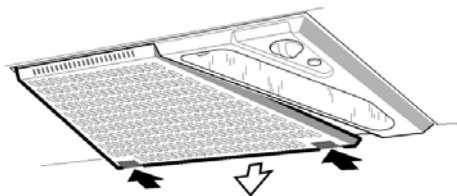
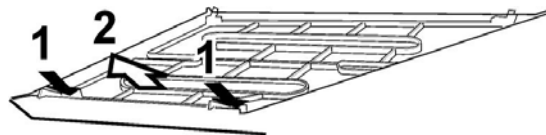

Fig. 10
Fig. 11
* Fjern filteret for å komme til tilkoblingsstussen (jf. fig. 10).
* Remove the filter to get to the connector (see fig. 10).
Filterkassetten løsnes ved å trykke inn "snappertlåsene" i bakkant, fig. 10, mens selve filterduken frigjøres ved å løsne filterholderen, fig. 11. Bløtlegg filterduken og filterholderen i varmt såpevann. Filterkassetten (m/filter) kan også vaskes i oppvaskmaskin.
The filter cassette is released by pressing the "snap" locks in the back of the hood, fig. 10. The filter itself is removed by releasing the filter holder, fig. 11. Soak the filter in warm soapy water or wash in dish washer.